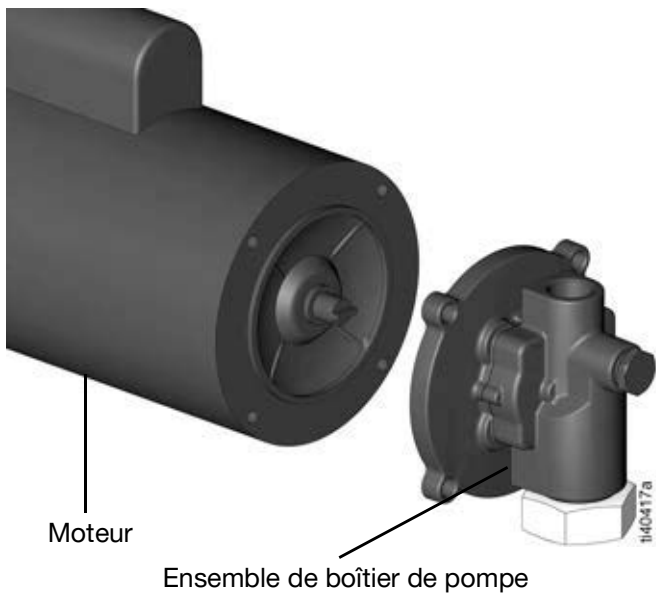

FIG. 8
- Retirez l'ensemble de boîtier de pompe du moteur (FIG. 8).